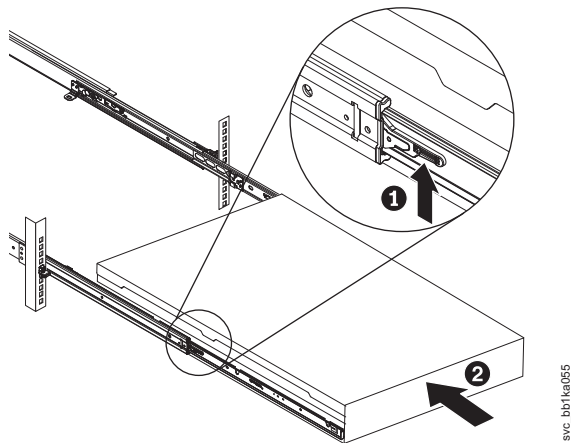

図 272. ラックのスライド・レールの ロック・レバーを上げる
9. スライド・レール上のロック・レバー (図 272 の **1**) を上げて、サーバー **2** を、所定の位置にカチッと音を立てて収まるまで、ラック内に完全に押し込みます。